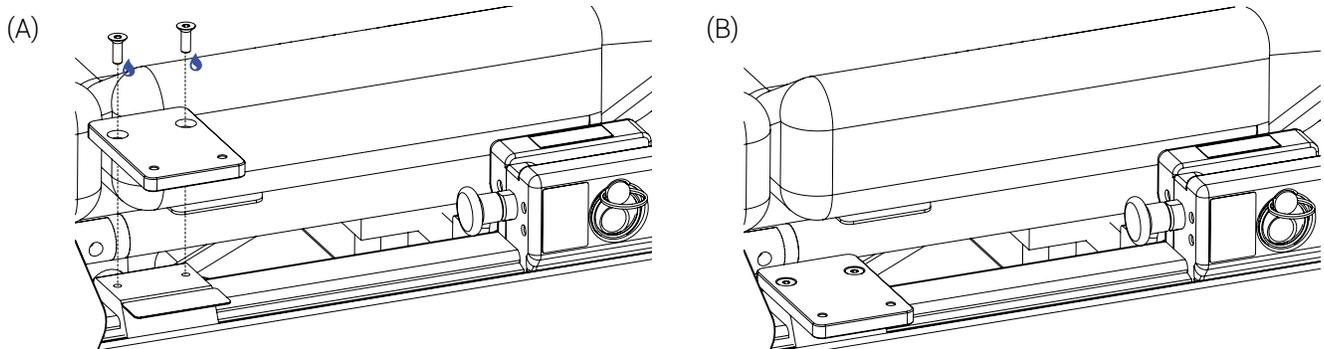

Figure 12: Installation de la plaque de support du IV Adapter 2
1. Installer la plaque de support du IV Adapter 2 sur la civière à l'aide de deux (2) vis à tête plate M6 X 18 mm, de l'adhésif frein-filet et d'une clé Allen 4 mm (Figure 12).